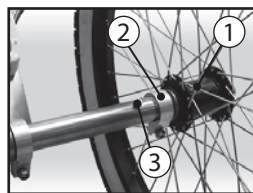

Рис. 15
д) Ставимо хомути (2) за місцем кріплення на кінцях вісі (Рис. 15).
е) Вставляємо колеса (1) по краях основної вісі, так щоб збіглися отвори під фіксуючі болти (3) (якщо отвори не збігаються, поміняйте колеса місцями). Потім зафіксуйте їх болтом (3), а також затисніть хомути (2) з обох сторін осі за допомогою набору шестигранників (Рис. 15).